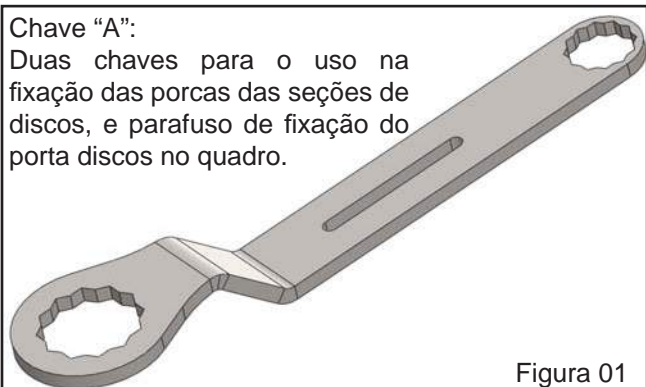
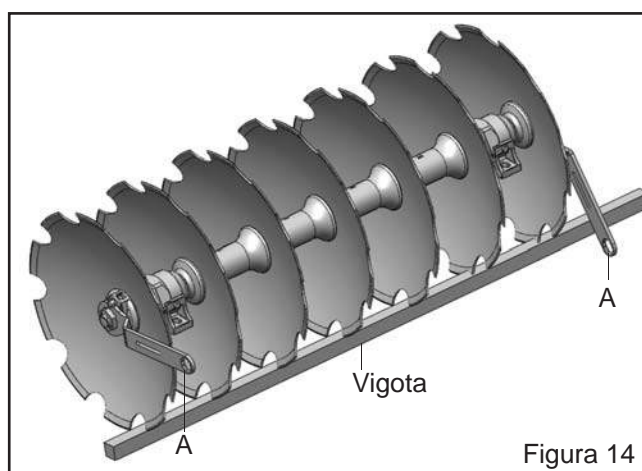

Figura 01
Figura 14
- f) Com o uso das chaves "A" (Figura 01), efetue o aperto das seções dos discos, da seguinte forma (Figura 14):
- b. Coloque uma das chaves "A" do lado externo das seções (lado que sai de fabrica travado), deixando a chave apoiar ao solo (Figura 14);